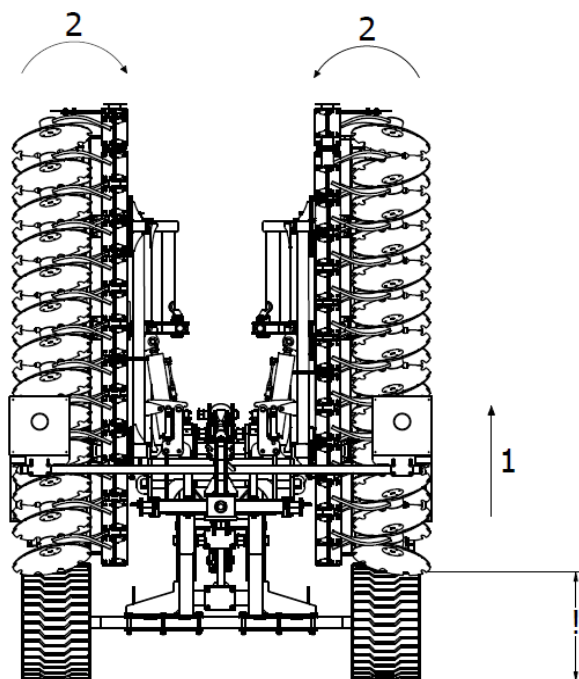

Fig. 5 Étapes du dépliage de la machine : 1 - machine levée au maximum, 2 - bras latéraux repliés en position « fermée ».
1. Commencer par lever la machine au maximum pour s'assurer que les bras pliables ne frappent le sol lors de l'opération (fig. 5).
Cette action est indispensable pendant chaque dépliage (« ouverture ») des bras de la machine (fig. 5).